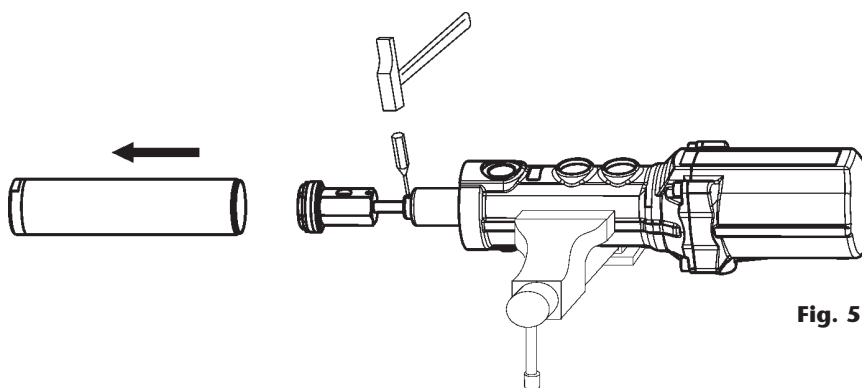

Fig. 5
3. Remove the pin (943042) situated in the upper part of the connecting rod (735410-S/735504-L) (fig. 5) and unscrew the rod from the air piston (734664).
3. Extraer el pasador (943042) situado en la parte superior del eje válvula impulsión (735410-S/735504-L) (Fig. 5) y desenroscar el eje del vástago (734664).